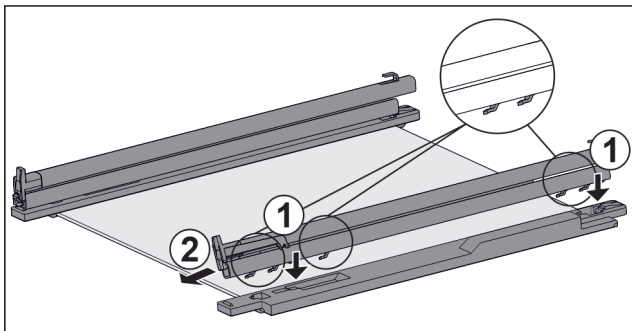

Fig. 112 Glasplatte mit Schienen und Halteteilen
- ▶ Haken der Schiene auf die Öffnungen des **linken** Halteteils setzen. Fig. 112 (1)
- ▶ Schiene nach vorne ziehen. Fig. 112 (2)
- ▶ Haken der Schiene auf die Öffnungen des **rechten** Halteteils setzen. Fig. 112 (1)